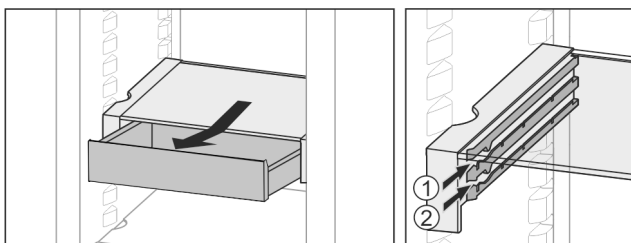

Fig. 28
- ▶ Umetnite je na željenu visinu Fig. 28 (1) ili Fig. 28 (2).